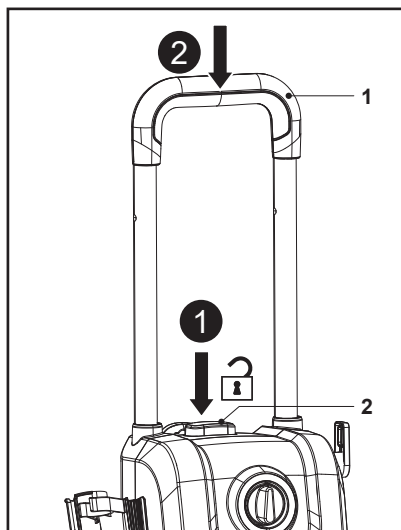

Fig. 16
2. Appuyer sur le bouton de verrouillage de la poignée (2) et le maintenir enfoncé, puis appuyer sur la poignée de transport (1) pour la rétracter (Fig. 16).